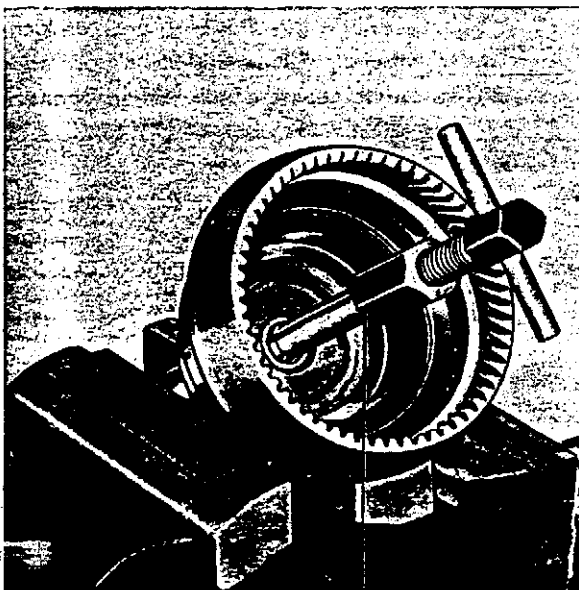

Abb. 17 Ausbau des Nadellagers, Abtriebswelle
(Scheibe) (35), die das Freilauftrad in der Abtriebswelle halten, herausnehmen. Freilauftradteile herausnehmen. Druckscheibe (32) entfernen. Falls erforderlich, Nadellager (31) in der Abtriebswelle mit Werkzeug SVO 2423 herausziehen, siehe Abb. 17. Lager auf der Abtriebswelle abziehen, und zwar mit einer sog. Trennvorrichtung und dazu gehöriger Abziehvorrichtung.